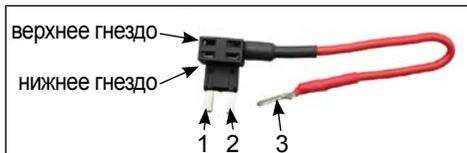

Рисунок 2. Разветвитель предохранителя (не входит в комплект)
5.5 Вставьте вынутые в п. 5.2 предохранители стеклоподъемников в верхние гнезда г-образных разветвителей (не входят в комплект) (Рисунок 2). Вставьте вынутые в п. 5.3 предохранители в нижние гнезда г-образных разветвителей. Вставьте г-образный разветвитель в гнездо п. 5.3 так, чтобы контакт 1 разветвителя вошёл в клемму с меткой. Вставьте контакт 3 разветвителя в найденную в п. 5.2 клемму с меткой.